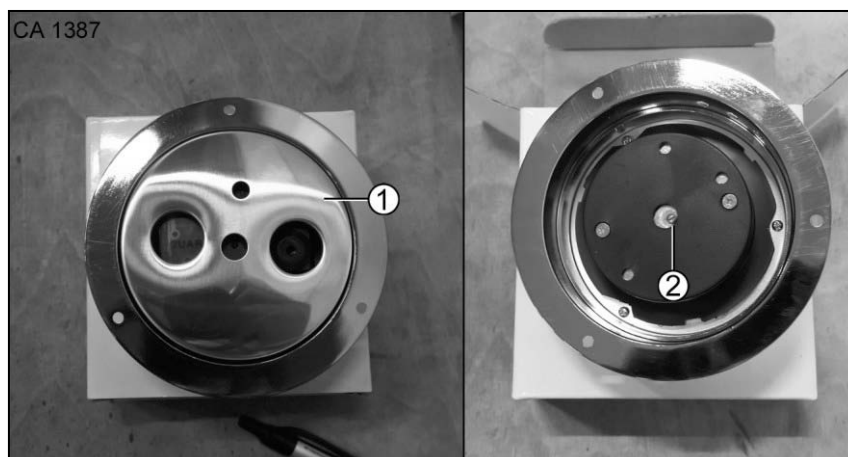

Fig. 192 Baromètre
2. Enlever le recouvrement (Fig. 192/1) sur la face arrière du baromètre.